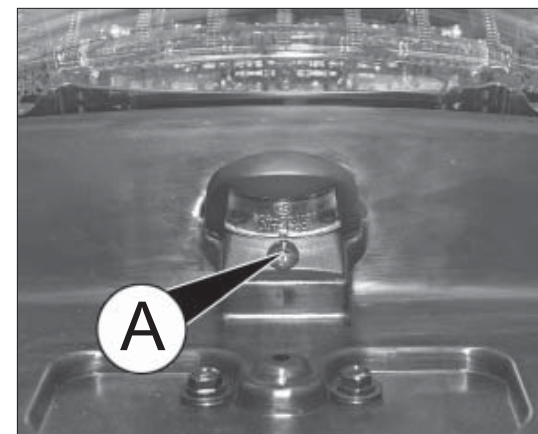

fig. 5
- desatornille el tornillo A fig. 5;
- vuelva a colocar la cubierta de plástico atornillando el tornillo de fijación A fig. 5.